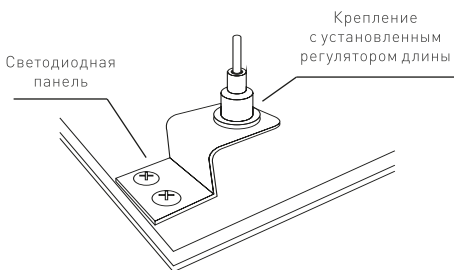

Рис. 3
3. Установите и прикрепите к корпусу светильника регуляторы длины тросов, используя винты или саморезы 3x8,5 мм из комплекта поставки набора для подвесного монтажа (Рис. 3).